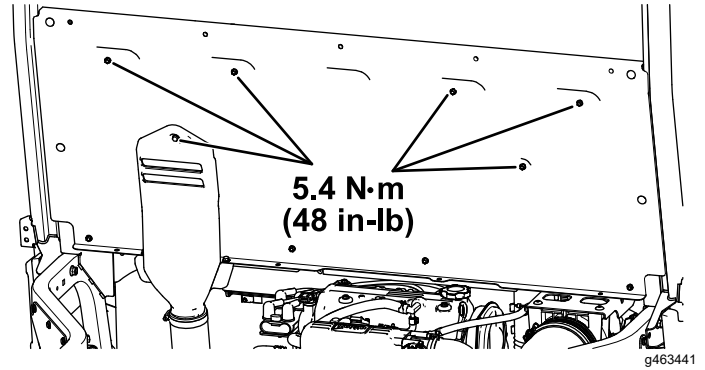

Figura 30
- H. Serrate i 5 bulloni a testa esagonale con rondella ($\frac{1}{4}$ " x $\frac{3}{4}$ ") e il bullone prigioniero collegato alla cappa della presa d'aria CVT a 5,4 N·m come illustrato nella Figura 30.